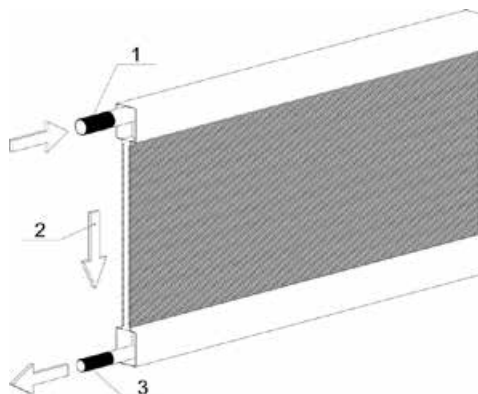

Abbildung 4.3.5.1 Dampf-Wärmetauscher
2. Den Wärmeübertrager mit Wasserdampf an das obere Rohr und den Rücklauf an das untere Rohr anschließen (siehe Abbildung 4.3.5.1).